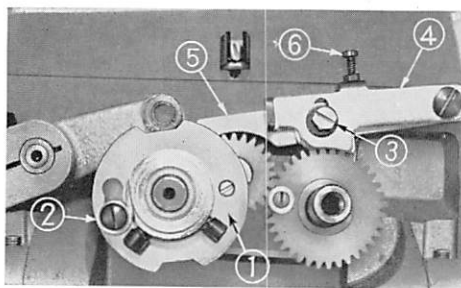

Fig. 18
18. STITCH SELECTING (Fig. 18)